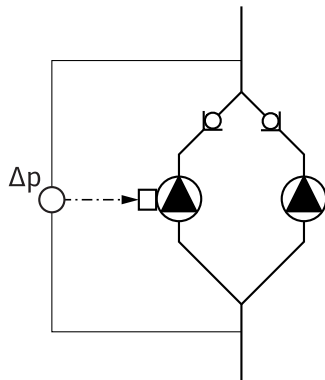

Fig. 13: Beispiel, Anschluss Differenzdruckgeber
- Im Beispiel in Fig. 13 ist die Masterpumpe die in Fließrichtung linke Pumpe. An dieser Pumpe den Differenzdruckgeber anschließen.
Die Messpunkte des Differenzdruckgebers der Masterpumpe müssen im jeweiligen Sammelrohr auf der Saug- und Druckseite der Doppelpumpenanlage liegen (Fig. 13).